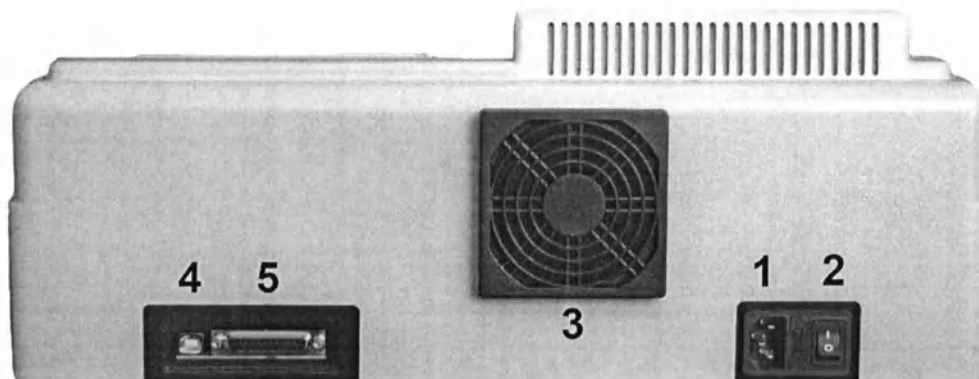

Рисунок 8 – Задняя панель ПЭ-5300УФ.
2. Снимите крышку вентиляционной решетки (позиция 3 рис. 8).